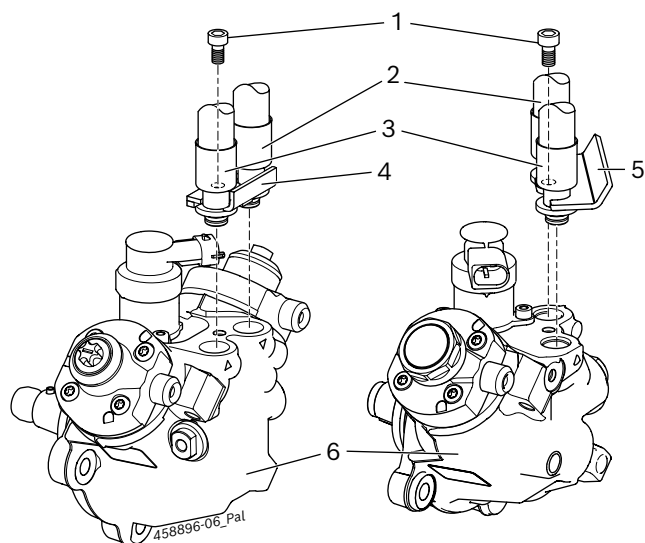

Fig. 4: Conexão de teste CP4 com suporte angular
! Para a verificação do óleo de teste da CP4, utilizar mangueiras específicas para bombas 1 680 712 351 ou 1 680 712 352. Com o suporte angular 1 681 038 392 (fig. 4, pos. 4) específico da bomba ou o suporte angular 1 681 038 430 (fig. 4, Pos. 5) e o parafuso de cabeça cilíndrica com sextavado interior M6 x 12 (fig. 4, pos. 1) as mangueiras são fixadas na CP4. As mangueiras, o suporte angular e o parafuso de cabeça cilíndrica com sextavado interior estão contidos no âmbito de fornecimento do jogo de peças 1 687 016 125.
1. Conectar mangueira para alimentação de óleo de teste (fig. 4, pos. 2) na conexão de entrada da CP4.
2. Conectar a mangueira para retorno de óleo de teste (fig. 4, pos. 3) à conexão de retorno da CP4.
3. Com o suporte angular 1 681 038 392 (fig. 4, pos. 4) ou o suporte angular 1 681 038 430 (fig. 4, pos. 5) e o parafuso de cabeça cilíndrica com sextavado interior M6 x 20 (fig. 4, pos. 1) ambas as mangueiras são fixadas na CP4.